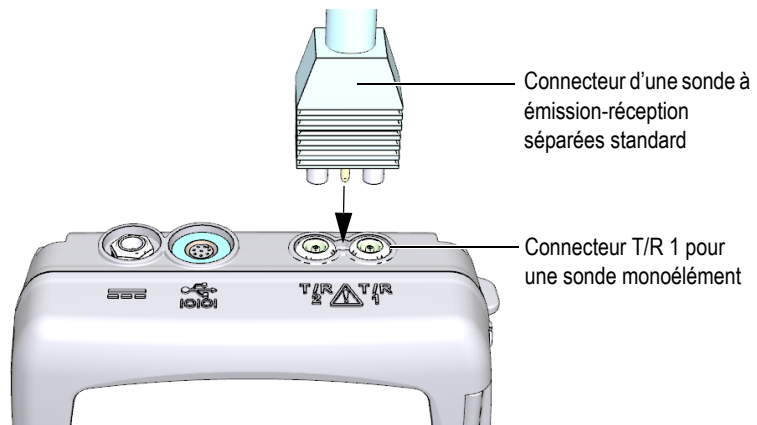

Figure 5-1 Branchement de la sonde
1. Branchez la sonde dans le ou les connecteurs de sonde situés sur le dessus du 38DL PLUS (voir la Figure 5-1 à la page 72). Utilisez le connecteur T/R 1 pour une sonde monoélément.